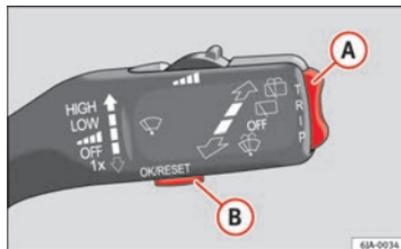

Fig. 36 Alavanca do limpa-vidros: comandos do ecrã informativo
- O **Menu principal** activa-se mantendo pressionado o botão basculante **A** ⇒ Fig. 36 da alavanca multifunções. ▶
- Se no ecrã informativo aparecer um aviso, tem de o confirmar pressionando o botão  ⇒ Fig. 36 ⇒ Página 66 antes de poder aceder ao menu principal.